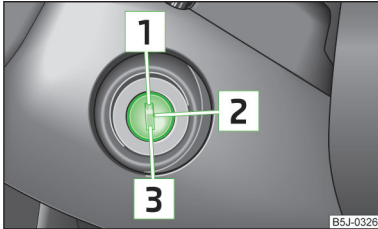

Abb. 102
- Während der Fahrt mit stehendem Motor muss der Zündschlüssel immer in der Stellung **2** » *Abb. 102 auf Seite 106* (Zündung eingeschaltet) sein. Diese Stellung wird durch das Aufleuchten von Kontrollleuchten angezeigt. Wenn das nicht der Fall ist, könnte es unerwartet zur Verriegelung der Lenkung kommen - es besteht Unfallgefahr!
- Der Anlasser darf nur dann betätigt werden, wenn der Motor und das Fahrzeug steht. Wird der Anlasser bei laufendem Motor betätigt **3** » *Abb. 102 auf Seite 106*, kann der Anlasser bzw. der Motor beschädigt werden.
Benzinmotoren » Abb. 102
Dieselmotoren » Abb. 102
Wenn die **Lenkung gesperrt ist** und der Schlüssel sich nicht oder nur schwer in die Position **2** » Abb. 102 drehen lässt, dann ist das Lenkrad etwas hin und her zu bewegen - die Lenkungsverriegelung wird dadurch entriegelt.
- Die Zündung einschalten **2** » Abb. 102 auf Seite 106.
» Abb. 102 auf Seite 106.